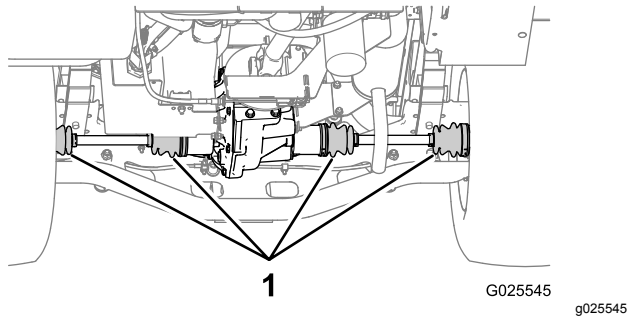

Figura 66
2. Compruebe las juntas homocinéticas de los ejes traseros en busca de daños o fugas de lubricante (Figura 66).